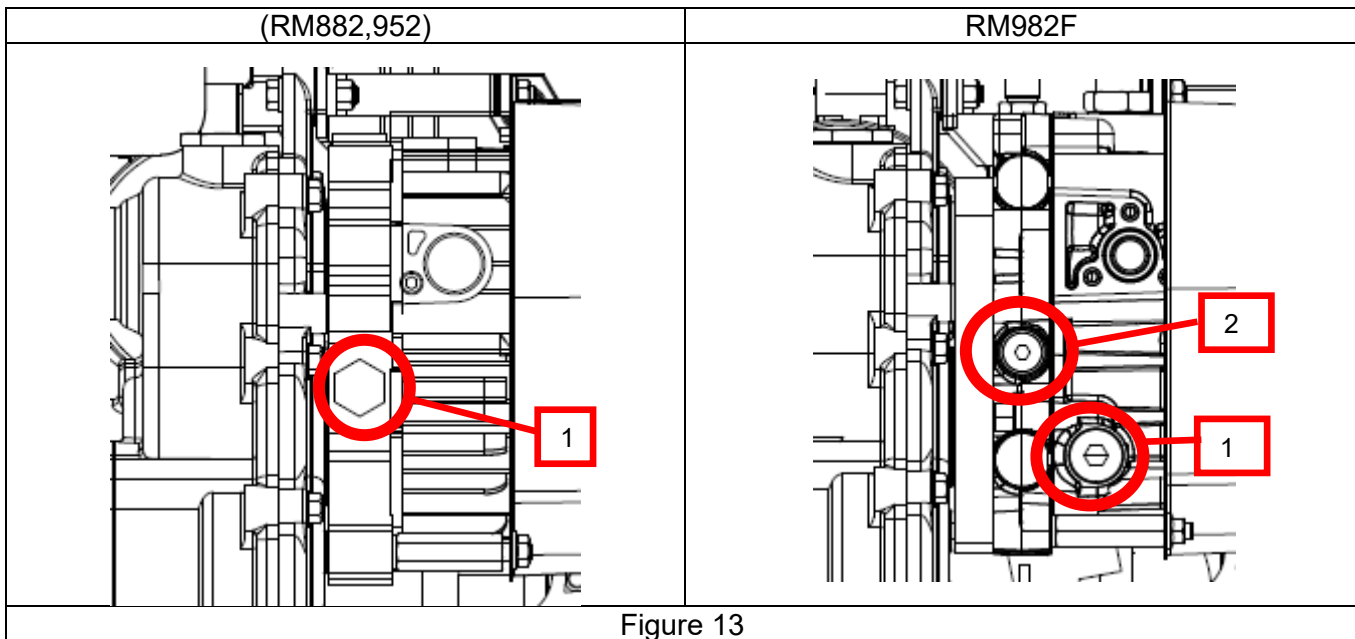
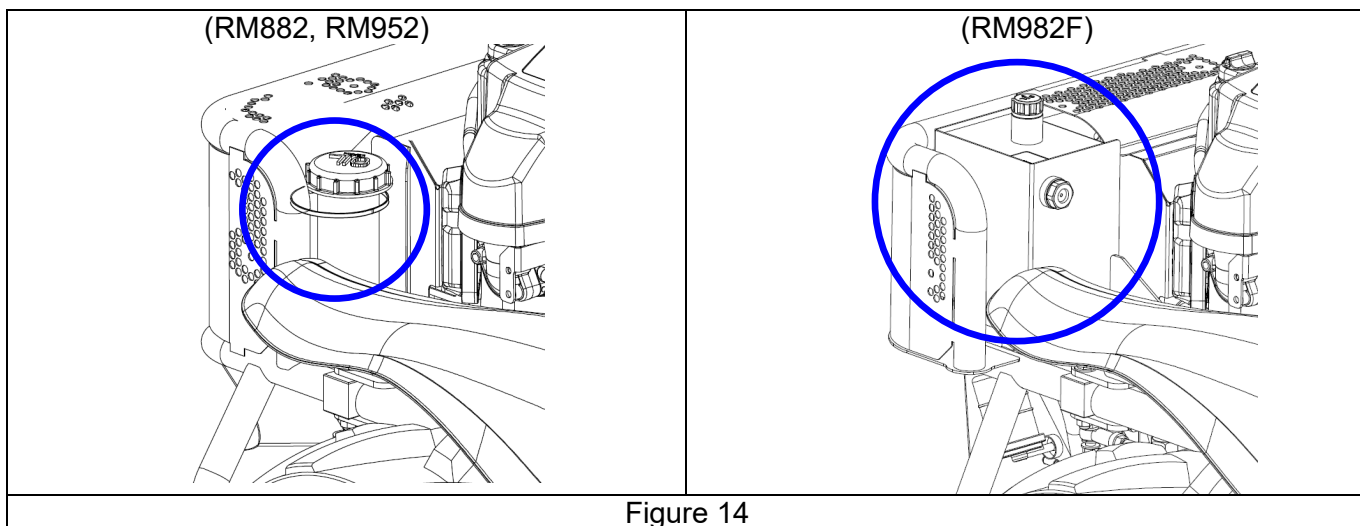

Figure 13
Figure 14
Niveau d'huile HST (Figure 14)
Remplacement de l'huile HST à l'arrière (Figure 13, Figure 14)
1. Placez le récipient approprié sous l'unité HST pour récupérer l'huile, puis retirez le bouchon de vidange d'huile (1 Figure 13).
Ne jamais desserrer le boulon (2 Figure 13), sinon il aurait une influence sur la conduite de la machine. Cela est considéré comme une mauvaise utilisation et les dommages causés par une mauvaise utilisation ne seront pas couverts par la garantie.
(Figure 14)